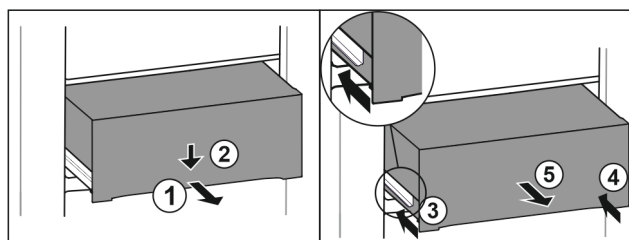

Fig. 111
- ▶ Vytiahnite zásuvku do polovice. Fig. 111 (1)
- ▶ Zatlačte zásuvku na prednej strane smerom nadol. Fig. 111 (2)
- ▶ Zasuňte ľavú koľajničku o cca 2 cm. Fig. 111 (3)
- ▶ Zasuňte pravú koľajničku o cca 2 cm. Fig. 111 (4)
- ▶ Odoberte zásuvku dopredu. Fig. 111 (5)